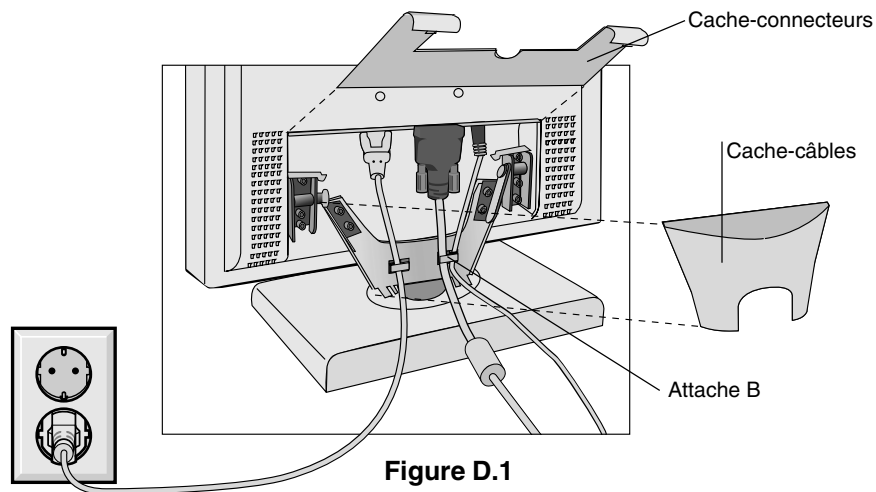

Figure D.1
4. Branchez le mini-connecteur D-SUB à 15 broches du câble vidéo au connecteur approprié à l'arrière du moniteur (**Figure D.1**). Placez le câble de signal vidéo sous l'attache B.
6. Connectez une extrémité du cordon d'alimentation au moniteur de la série MultiSync LCD et l'autre à la prise de courant. Placez le câble de signal vidéo et le cordon d'alimentation CA sous les attaches (**Figure D.1**). Reposez les caches de connecteur et de câble.